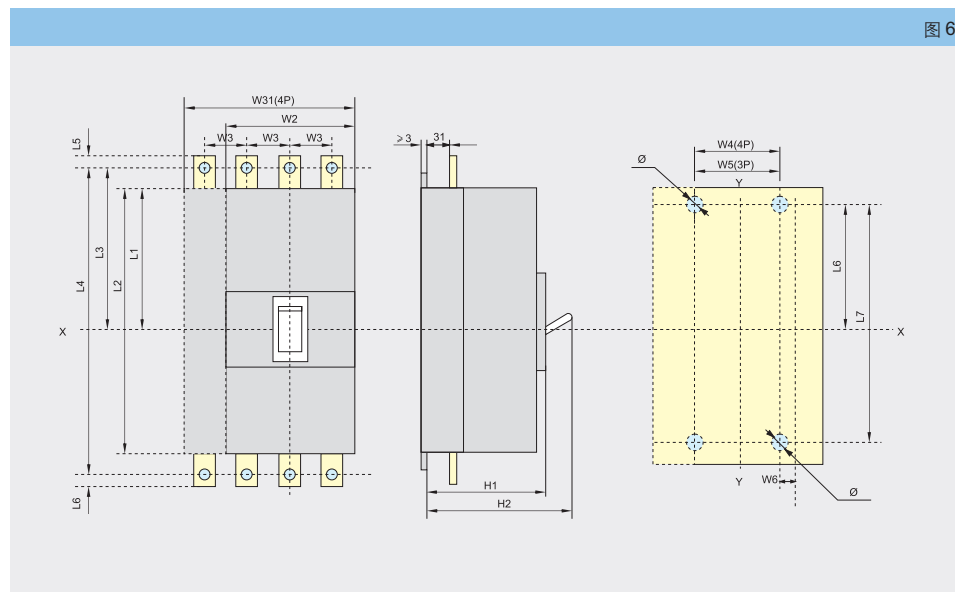

图 6
7.6 AM3-250~400 插入式、板前接线的外形及安装尺寸(见图 6、表 15)。